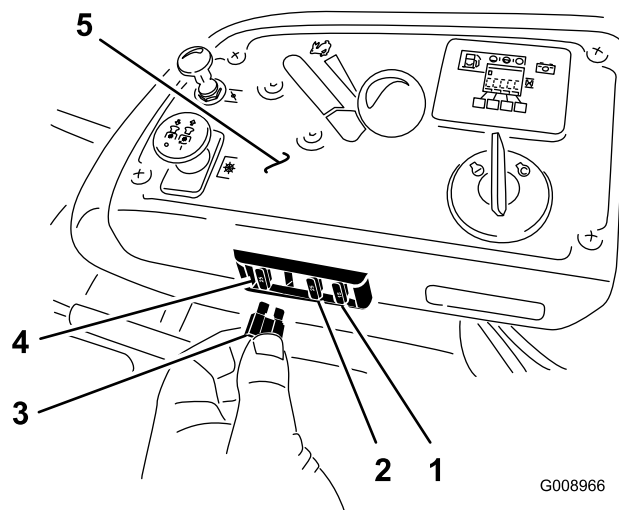

Figure 59
3. Remplacez le fusible (Figure 59).
1. Les fusibles sont situés sur la console droite, près du siège (Figure 59).